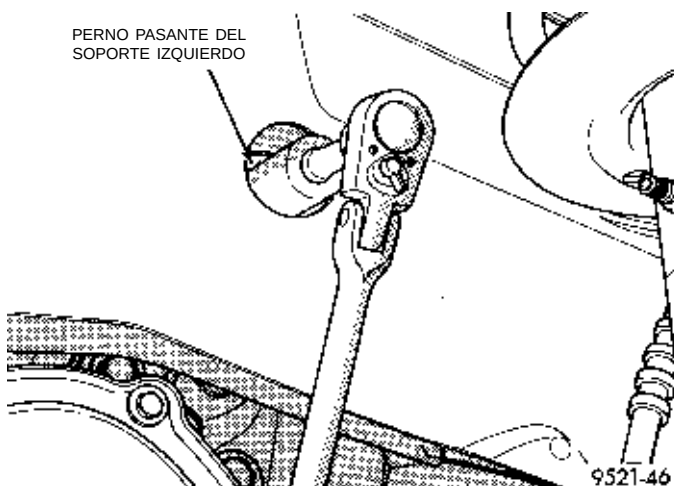
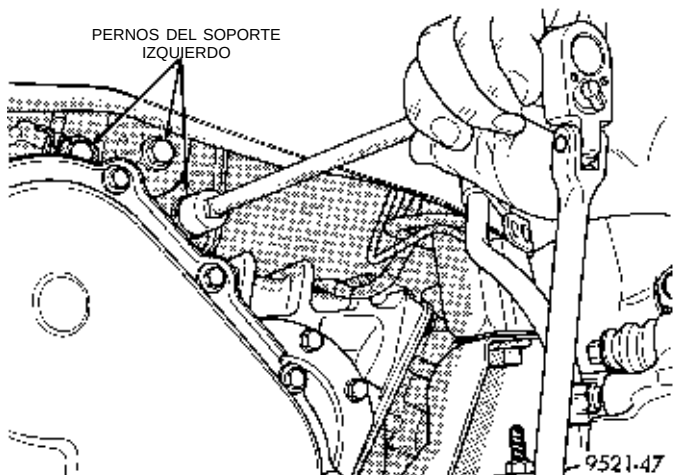

Fig. 42 Perno pasante del soporte izquierdo
Fig. 43 Pernos del soporte izquierdo
(19) Apoye el transeje sobre un gato de transmisiones.
(20) Retire el perno pasante del soporte izquierdo (Fig. 42). Retire los pernos del soporte izquierdo del transeje (Fig. 43).
(21) Retire el soporte izquierdo del transeje de este último.
(22) Retire el perno trasero del motor del transeje.